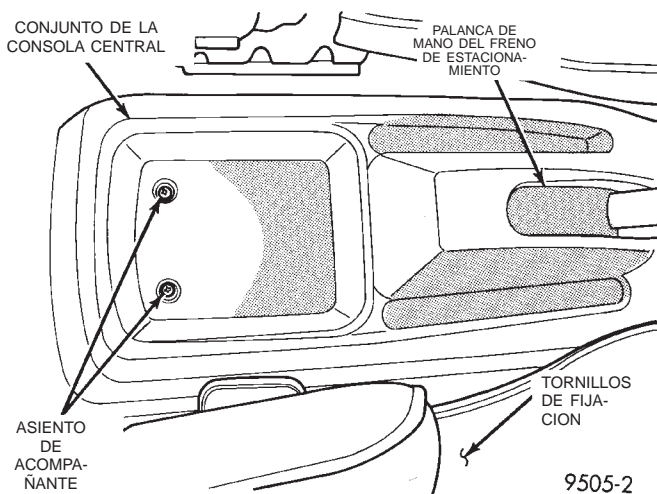
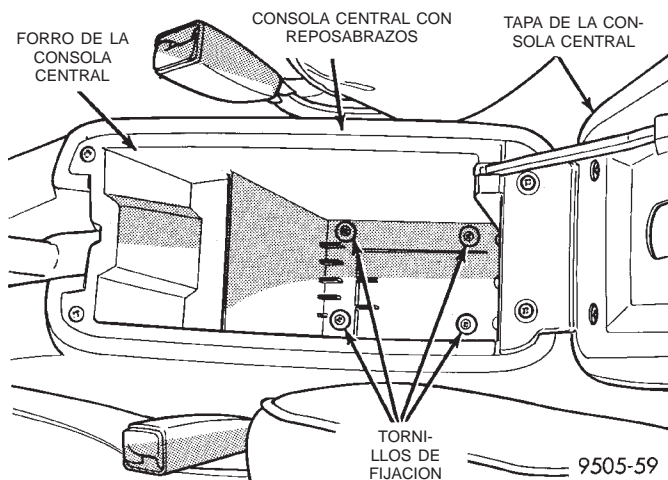

Fig. 136 Tornillos de fijación de la consola central sin reposabrazos
Fig. 137 Tornillos de fijación de la consola central con reposabrazos
(1) Retire los tornillos que fijan la parte trasera del conjunto de la consola central al suelo de la carrocería del vehículo (Fig. 136) o (Fig. 137).